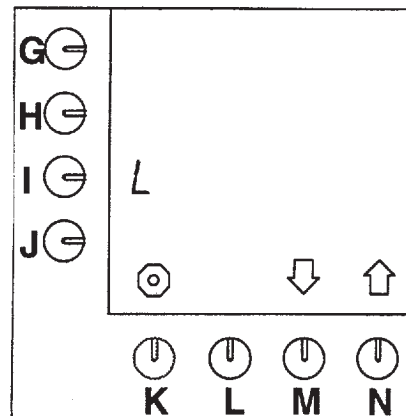

Рис. 22 Установка по умолчанию единицы измерения =L (литры)
- Это установка по умолчанию (рис.22).